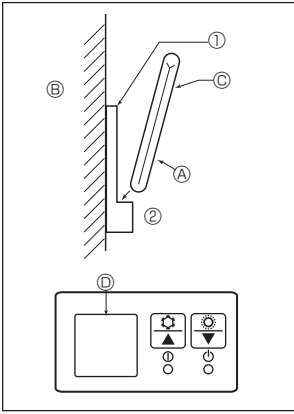
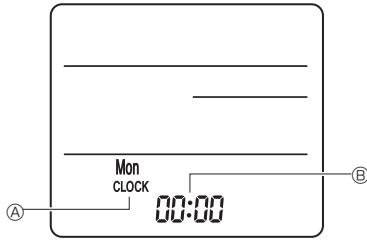

Fig. 6-7
Fig. 6-8
2) Méthode d'installation (Fig. 6-7)
- ① Attachez le support de la télécommande à l'endroit voulu à l'aide de 2 vis à taraud.
- ② Mettez la partie inférieure de la télécommande dans le support.
3) Réglage (Réglage de l'horloge) (Fig. 6-8)
- ① Insérez les piles ou appuyez sur la touche **CLOCK** à l'aide d'un objet pointu. **[CLOCK] (HORLOGE) [A] et [:] [B]** clignotent.
- ② Appuyez sur la touche de réinitialisation **RESET** à l'aide d'un objet pointu.
- ③ Appuyez sur les touches de réglage **[↑] [↓]** pour régler l'heure. Appuyez sur la touche **DAY** pour régler le jour.
- ④ Pour terminer, appuyez sur la touche **CLOCK** à l'aide d'un objet pointu. **[CLOCK] (HORLOGE) et [:]** s'illuminent.